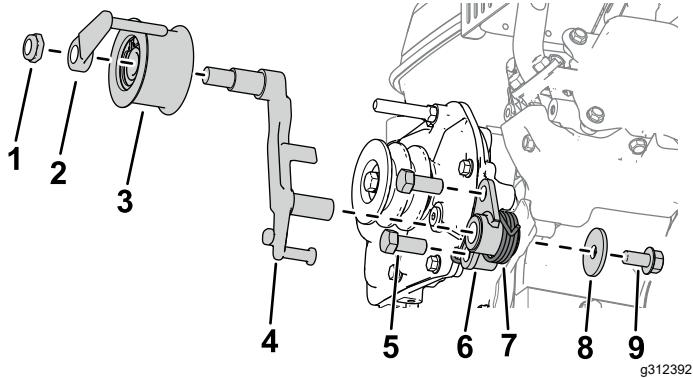

Figura 3
5. Instale o suporte da embraiagem na caixa de velocidades com dois parafusos (7/16 pol. x 1 pol.) como se mostra na Figura 3.
6. Instale a alavanca da embraiagem no suporte da embraiagem (Figura 3).
7. Instale a mola de aperto no suporte da embraiagem com uma anilha (3/8 pol. x 1 1/8 pol.) e um parafuso (3/8 pol. x 3/4 pol.) como se mostra na Figura 3.
8. Instale o conjunto da polia intermédia na alavanca da embraiagem com um guia da correia e uma porca sextavada (Figura 3).